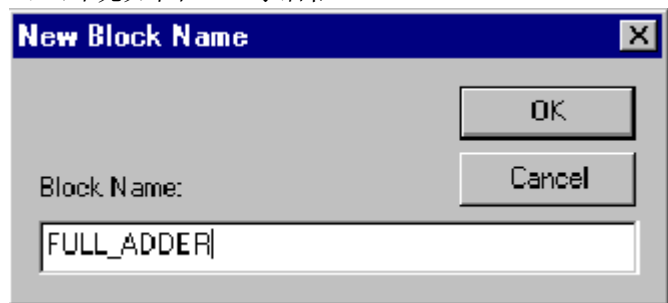

图 3.21
9. 在 Block Name 中输入 FULL_Block，点击鼠标将 Block1 换成 FULL_ADDER。如图 3.21。